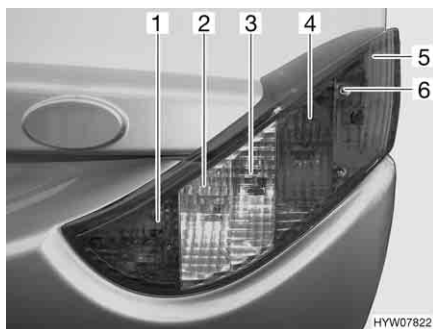

Fig. 131 Luci posteriori (lato anteriore)
- Svitare le tre viti ad esagono cavo (Fig. 131,6).